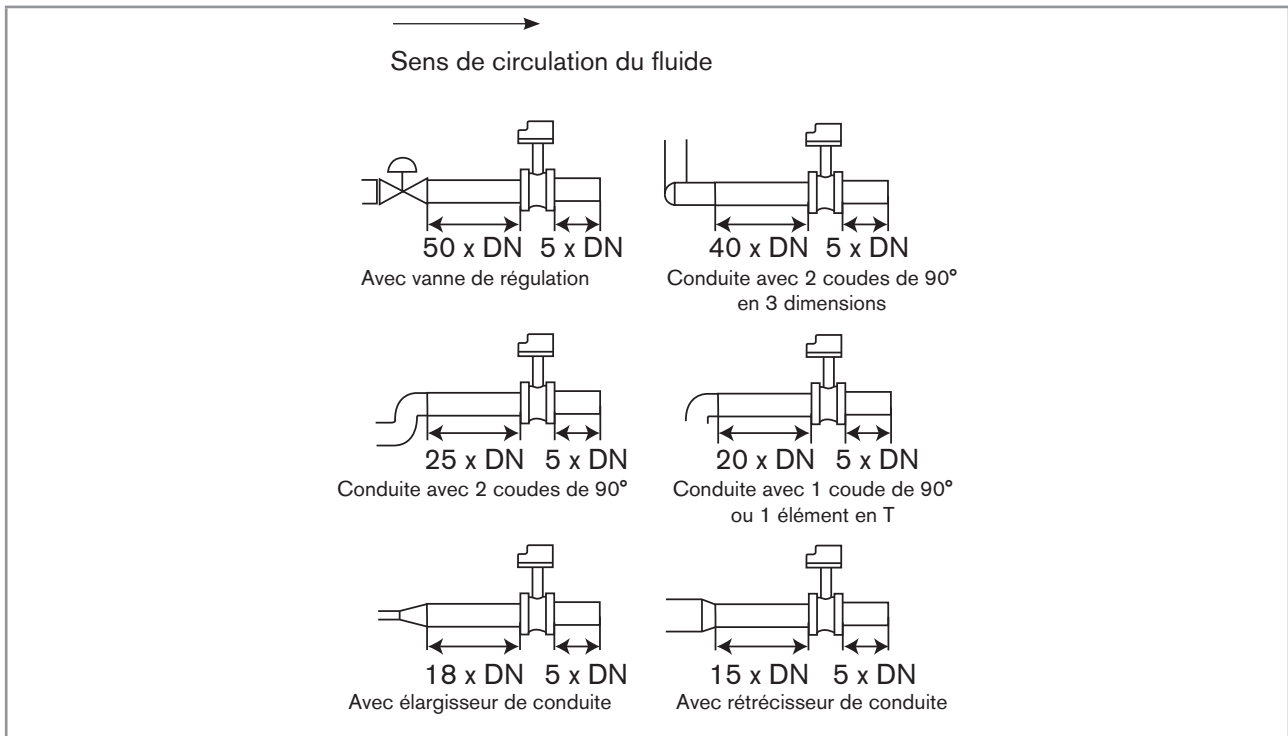

Fig. 10 : Distances amont et aval en fonction de la conception des canalisations
- les distances amont et aval soient respectées en fonction de la conception des canalisations, voir Fig. 10 et norme EN ISO 5167-1.
- les distances amont et aval soient respectées en fonction de la conception des canalisations, voir Fig. 10 au chap. 7.2.1 et norme EN ISO 5167-1.